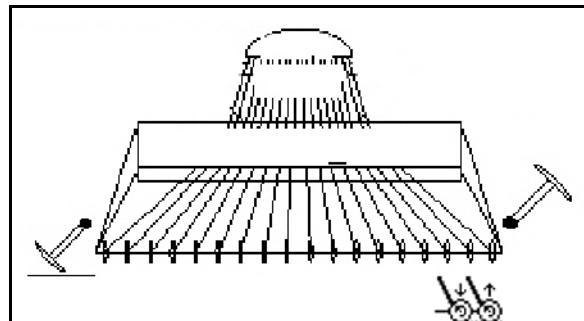

Fig. 51
1. Velg labb-/harvtrykk (Fig. 51).